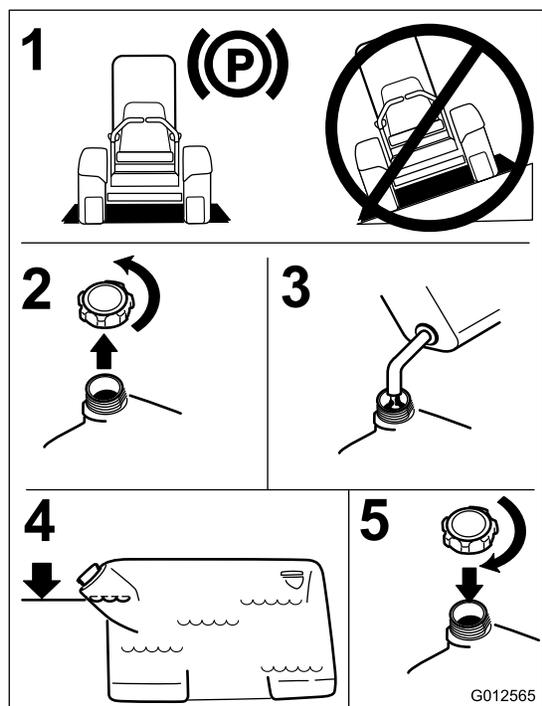

図 7
4. 燃料タンクの首の根元まで燃料を入れる。温度が上昇して燃料は膨張したときにあふれないように、必ず上部に空間を確保すること 図 7。